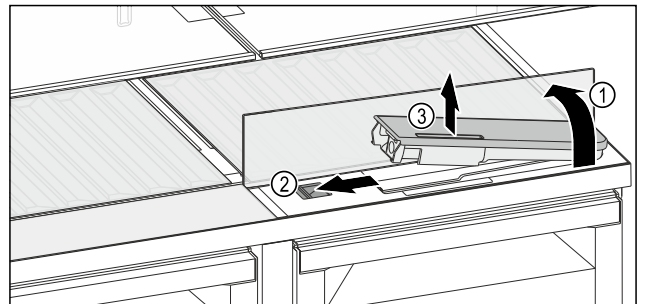

Fig. 134
- ▶ Glasplaat heffen en tot de aanslag naar achter klappen Fig. 134 (1).
- ▶ Schuif Fig. 134 (2) naar links schuiven.
- ▶ Waterreservoir eruit halen Fig. 134 (3).